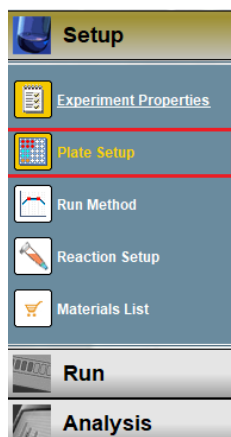

Рисунок 11
- Перейти на вкладку «Plate Setup» в левой верхней части монитора (рисунок 11).